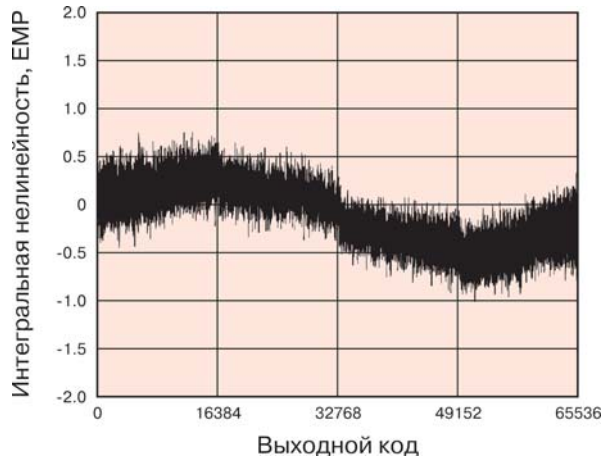

Рис. 2. График зависимости интегральной нелинейности от выходного кода
- интегральная нелинейность не более ± 2 EMP (единиц младшего разряда), типичное значение ± 1 EMP (рис. 2)